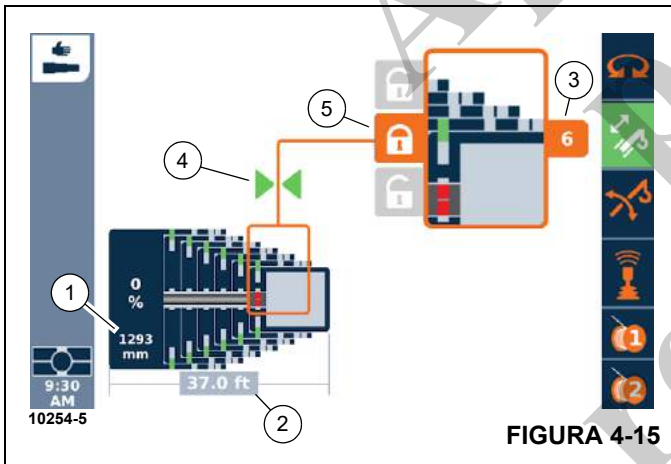

FIGURA 4-15
O mostrador (1, Figura 4-15) exibe até que ponto o cilindro telescópico é estendido, por exemplo, 1.293 mm.
- O mostrador (3, Figura 4-15) exibe a seção telescópica correspondente, por exemplo, seção telescópica 6.
- O mostrador (4) exibe uma ou duas setas, dependendo da distância até o ponto de travamento. O mostrador (4) exibirá duas setas e o símbolo de bloqueio do mostrador (5) aparecerá em laranja quando o cilindro telescópico estiver no ponto de travamento.